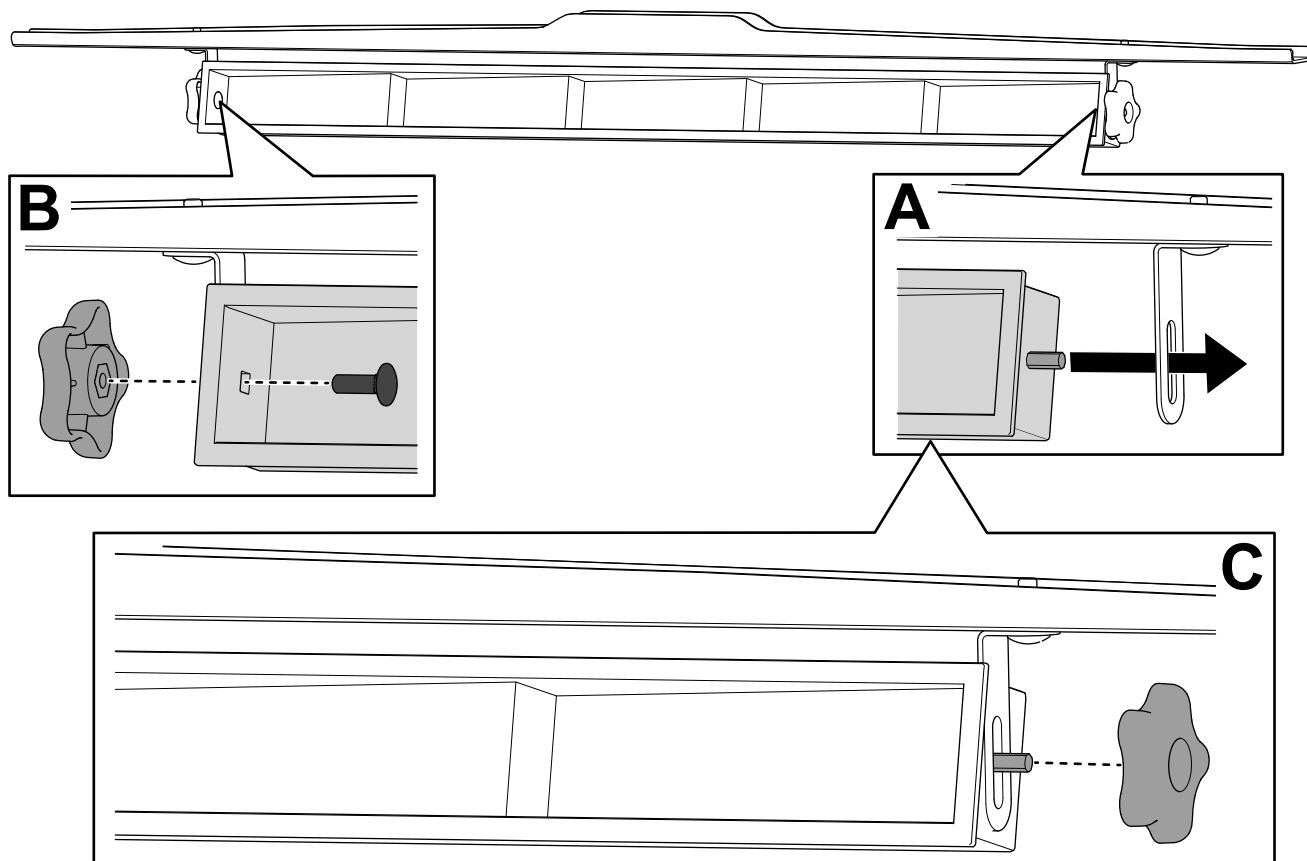

Рисунок 6
1. Установите зеркало на кронштейн зеркала (вид А на Рисунок 6).
2. Прикрепите левую сторону широкоугольного зеркала к кронштейну зеркала с помощью каретного болта ($\frac{1}{4} \times \frac{3}{4}$ дюйма) и ручки-гайки (вид В на Рисунок 6).
3. Прикрепите правую сторону широкоугольного зеркала с помощью ручки-гайки (вид С на Рисунок 6).